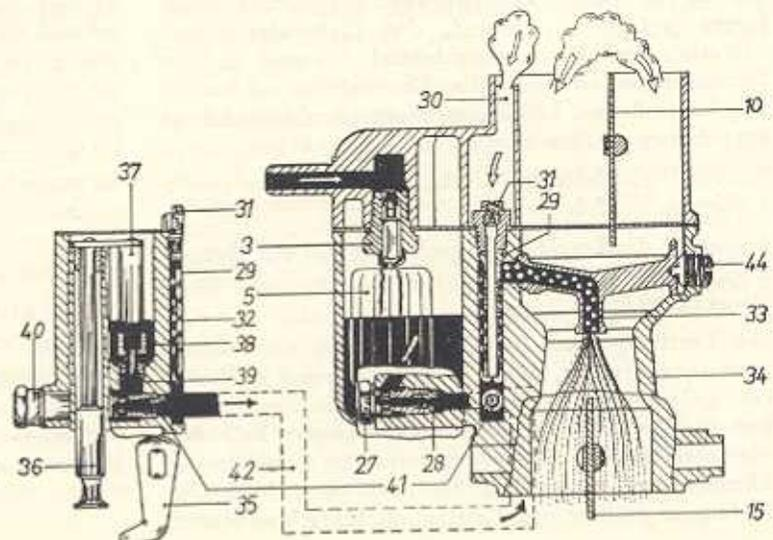

Bild M 64. Wirkungsweise bei Vollast
Wird die Drosselklappe (15) geöffnet, so findet über einen begrenzten Bereich gleichzeitig eine Betätigung des Gestänges (36) über den Hebel (35) statt. Hierbei wird durch den Stößel (37) die Ventlnadel (39) des Anreicherungsventils (38) niedergedrückt und geöffnet. Dadurch gelangt zusätzlicher Kraftstoff aus dem Schwimmergehäuse über den Düsenträger (40), die Anreicherungsdüse (41) und den Kanal (42) zum Hauptdüsensystem (Bild M 64).